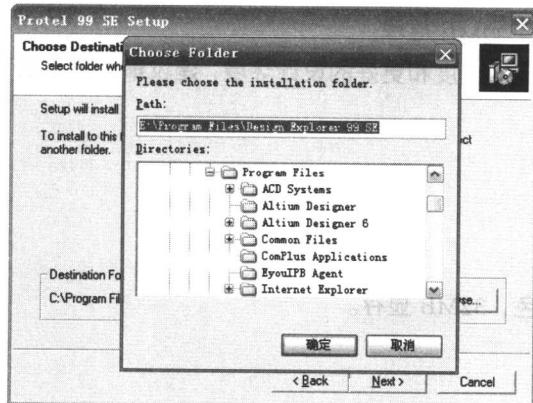

图 1-4 选择安装路径
(4) 单击 **Browse...** 按钮，弹出如图 1-4 所示的选择安装路径对话框，选择合适的安装路径后单击 **【确定】** 按钮。